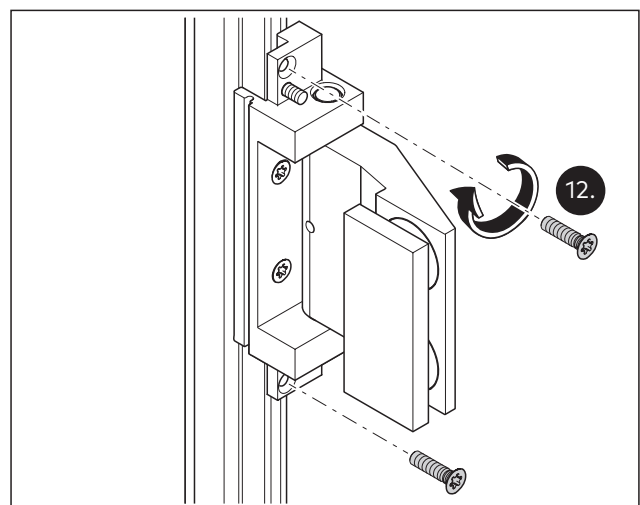

Abb. 39 Das Türband oben und unten vorläufig befestigen
12. Das Türband mit 2 Schrauben durch die äußeren Bohrungen am Grundprofil für die Zarge vorläufig befestigen (Abb. 39).